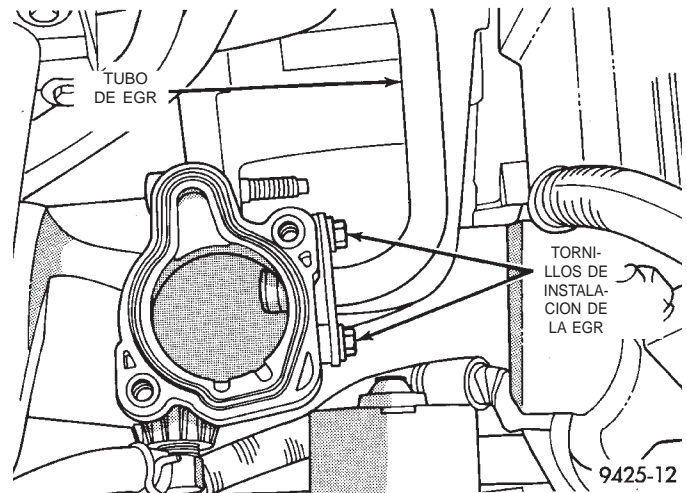

Fig. 11 Pernos prisioneros del tubo de EGR
- (1) Retire los tornillos que fijan el tubo de EGR al múltiple de admisión (Fig. 11).
- (2) Retire los tornillos del tubo de EGR a la válvula de EGR.
- (3) Retire el tubo de EGR. Limpie la superficie de la junta en la válvula de EGR. Limpie la arandela de goma en el múltiple de admisión.